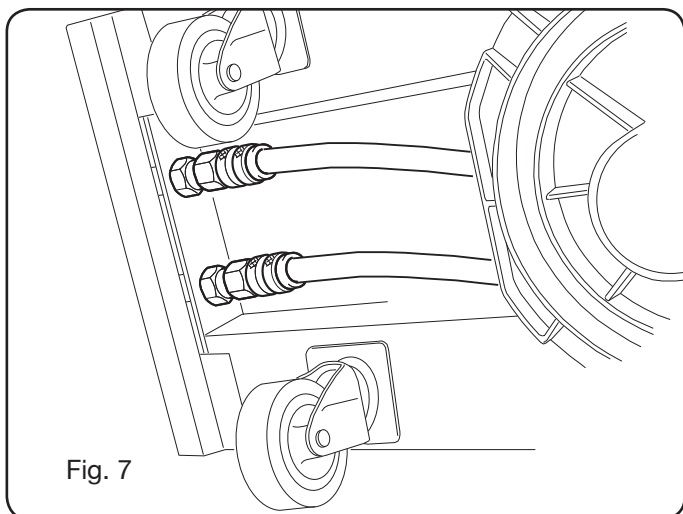

Fig. 7
- I tubi del liquido refrigerante vanno collegati agli attacchi ad innesto rapido posti sotto al fondo del carrello trainafile (vedi Fig. 7), rispettando i colori mostrati nella parte anteriore del carrello stesso.